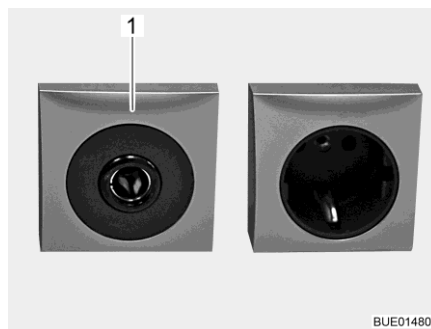

Bild 179 Steckdose 12 V/10 A
- ▷ An die Steckdosen (Bild 179,1) des 12-V-Bordnetzes nur Geräte mit maximal 10 A anschließen.